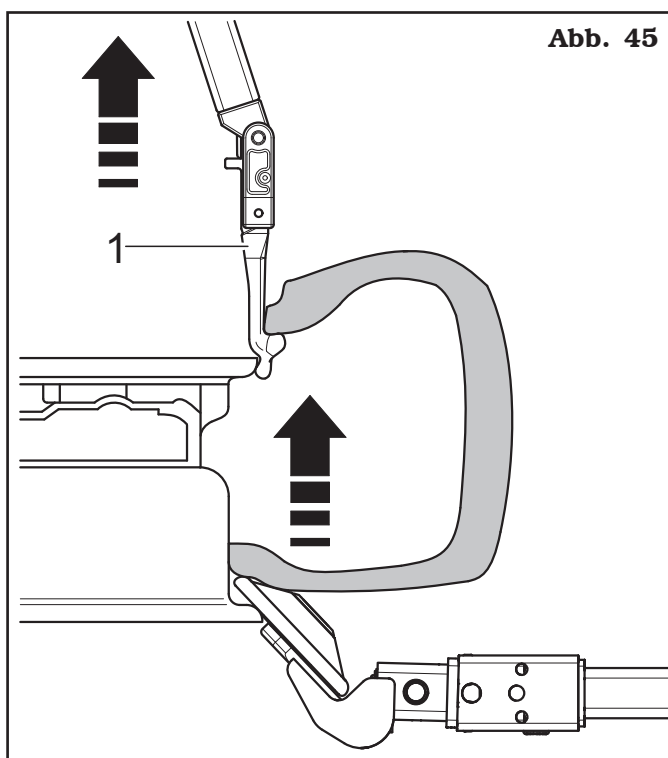

Abb. 45
6. Das Werkzeug anheben (siehe **Abb. 45 Pkt. 1**) und es eingehaktes an den oberen Wulst des Reifens durch der untere Abdrückrolle halten.